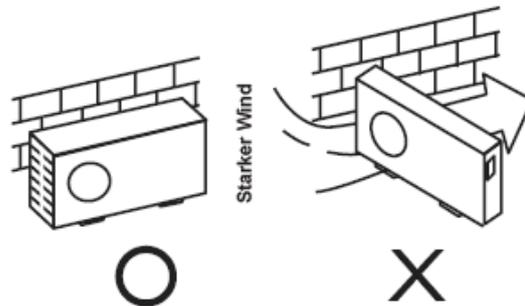

Abb. 16
- Bei besonders starkem Wind muss vermieden werden, dass die Luft in das Außenteil zurückströmt. (Siehe Abb. 16)